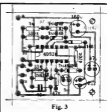

Fig. 3
O chapado (veja mais da placa, pelo lado não coberto, componentes já posicionados...) da montagem está na Fig. 3, que deve ser seguida com o máximo de atenção, principalmente no que diz respeito às posições dos componentes polarizados (Integrado, diodos e capacitores eletrolíticos) e valores dos componentes. Os pontos marcados com (+) e (-) destinam-se às conexões de alimentação, enquanto que as letras (X) (X) servem para as ligações da cápsula piezo...